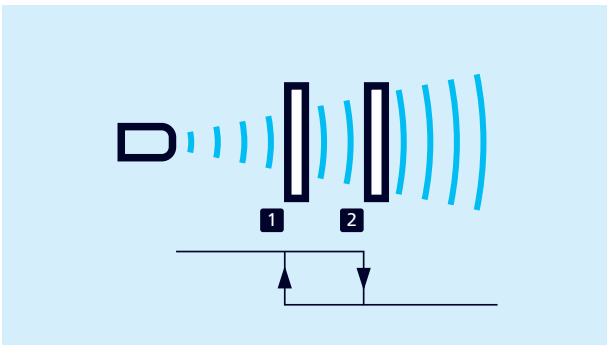

Bild 10: Hysteresebetrieb, Zweipunkt
- Der Zustand des Schaltausgangs ändert sich, wenn das Objekt den Schaltpunkt 1 erreicht und wechselt zurück auf den vorherigen Zustandswert, wenn das Objekt Schaltpunkt 2 erreicht (vgl. Bild 10). Mit dieser Betriebsart kann eine Zweipunkt-Regelung realisiert werden. Eine typische Anwendung ist die Füllstandsregelung, z. B. in einem Tank mit einem Maximal-Level (Schaltpunkt 1) und einem Mindest-Level (Schaltpunkt 2).